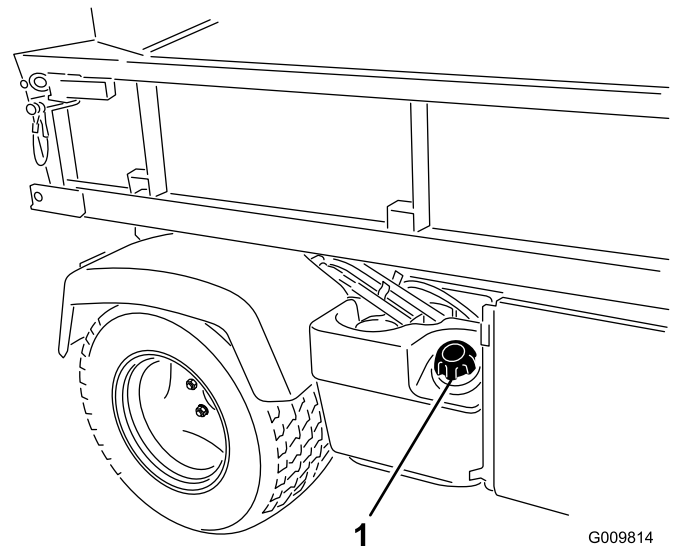

Bild 18
2. Entfernen Sie den Tankdeckel (Bild 18).